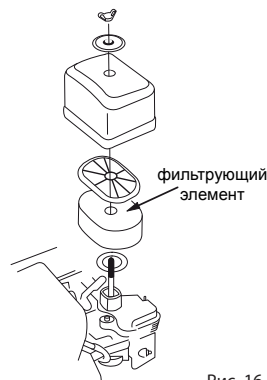

Рис. 16
- снять крышку фильтра, отвернув гайку (см. рис. 16);